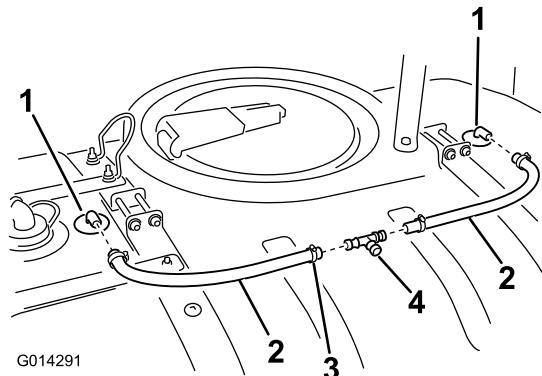

Figura 21
2. Montate una fascetta stringitubo sull'estremità di ogni flessibile (Figura 21).
3. Montate un flessibile sul raccordo scanalato dell'ugello di lavaggio (Figura 21).
2. Montate il raccordo a T sulle estremità libere dei flessibili degli ugelli di lavaggio, montati in precedenza come illustrato in Figura 21.